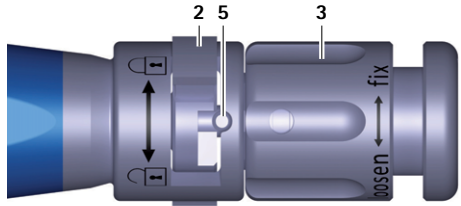

Abb. 4 Nahaufnahme Einsetzinstrument, Probeimplantat/Implantat verspannt
- Drehmutter 3 am Einsetzinstrument A im Uhrzeigersinn (Richtung "fix") drehen, bis Probeimplantat verspannt ist, siehe Abb. 4.
- Drehmutter 3 am Einsetzinstrument A im Uhrzeigersinn (Richtung: „fix“) drehen, bis Implantat verspannt ist, siehe Abb. 4.